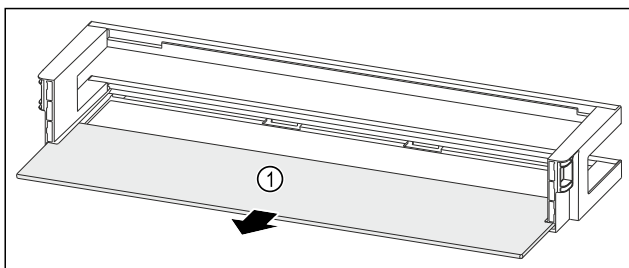

Fig. 163 Polica u vratima s policom za odlaganje
- ▶ Izvadite policu Fig. 163 (1).